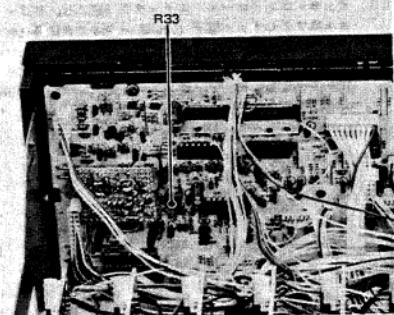

Fig. 4-9
- If back tension is not within the limits, adjust semi-fixed resistor R33 on the Control PCB (Fig. 4-9) until the torque meter reads 14 g.cm.
- もしバック・テンションが上記値より外れている場合には、半固定抵抗 R33 の値が 14g/cmになる様にコントロール PCB の半固定抵抗 R33 (図4-9)を回して調整する。